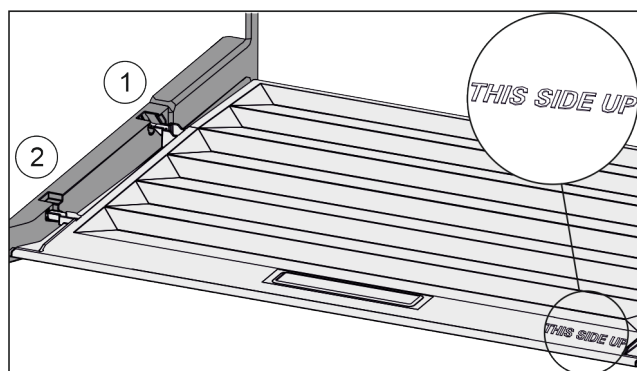

Fig. 110
- ▶ Sätt in lockbygeln över öppningen för den bakre hållaren Fig. 110 (1) och fäst den framtill i hållaren Fig. 110 (2).